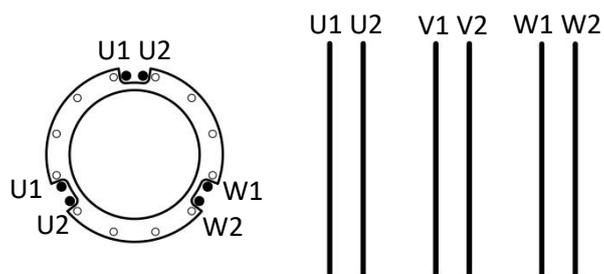

Рисунок 26: Расположение 6 силовых кабелей, собранных в 3 группы по 2 кабеля.
- Расположение кабелей 3 группами по 2 кабеля: Объединить входной и выходной кабели каждой фазы в одну группу. Нет необходимости выполнять пересечение кабелей (см. рисунок 26).